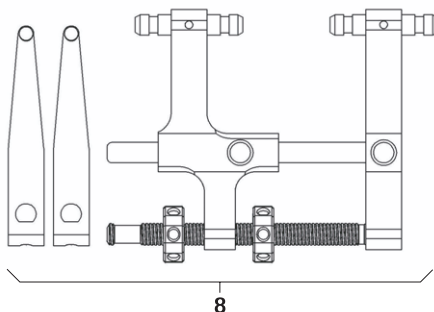

Fig. 13
- Montar o distractor **8** juntamente com as lâminas de distração, ver Fig. 13.